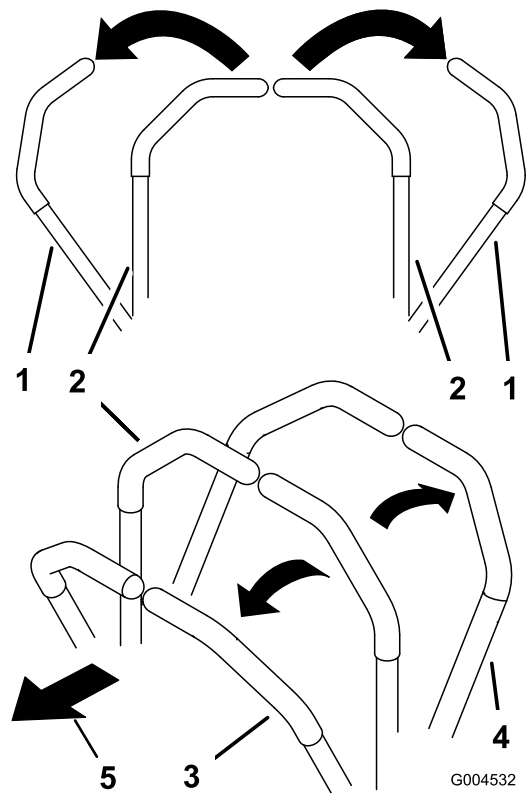

Bild 18
1. Schieben Sie die Fahrtriebshebel (Bild 18) aus der Neutralsperrstellung.
- Schieben Sie für das Vorwärtsfahren die Fahrtriebshebel langsam vorwärts (Bild 18).
- Ziehen Sie zum Rückwärtsfahren die Fahrtriebshebel langsam nach hinten (Bild 18).
- Zum Wenden, ziehen Sie beide Hebel nach hinten, um die Maschine zu verlangsamen; schieben Sie dann einen Hebel an der entgegengesetzten Seite zur Wenderichtung nach vorne (Bild 18).